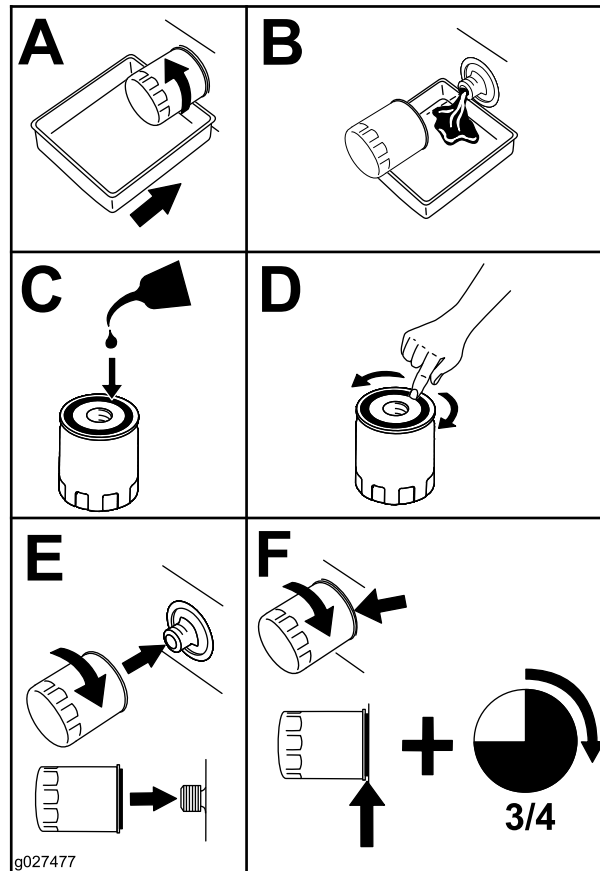

Рисунок 44
5. Замените масляный фильтр двигателя (Рисунок 44).